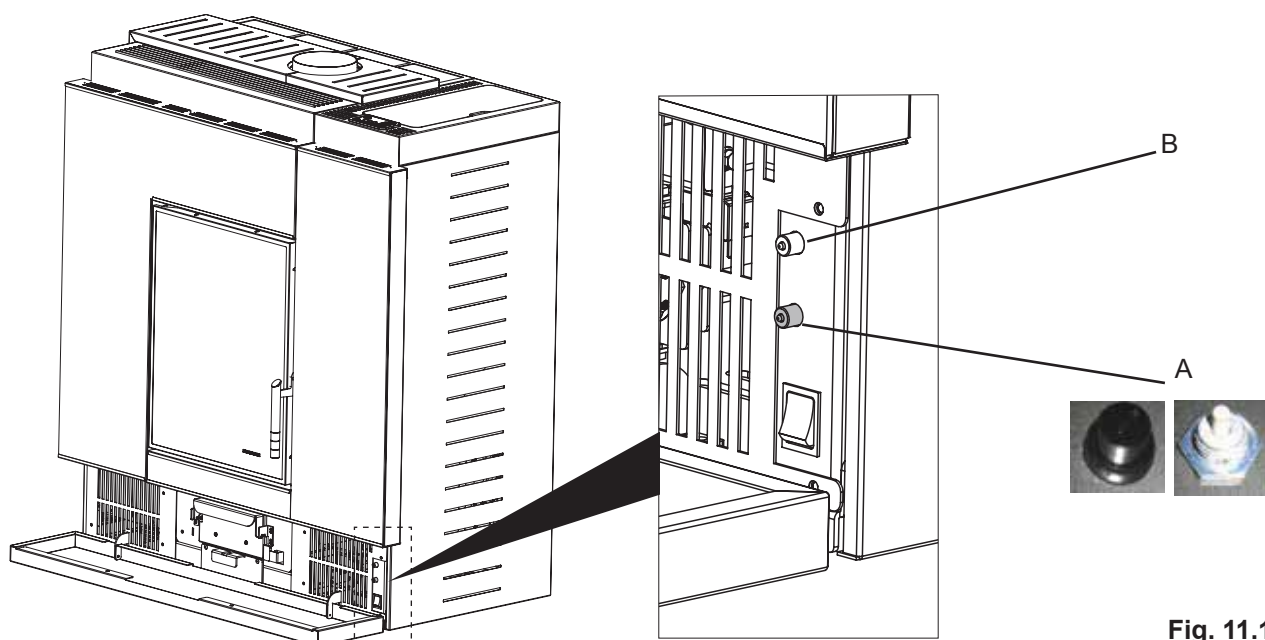

Fig. 11.1
Falls der Fehlercode "E108" angezeigt wird, könnte eine erneute manuelle Aktivierung des Thermostats (Abb. 11.1-A) erforderlich sein. Schrauben Sie hierfür die Schutzkappe ab und drücken Sie die Nachfülltaste.
- Drücken Sie während der Reinigung fünf Sekunden lang den Mikroschalter (Abb. 11.1-B) und achten Sie darauf, dass die Ofentür geschlossen bleibt.